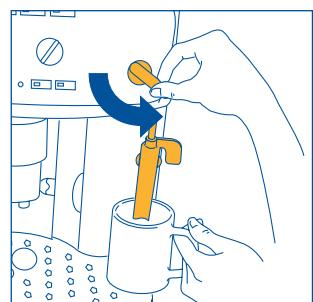
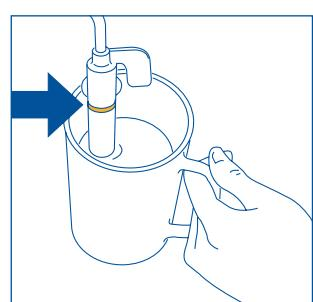

Fig.23
Fig.24
- Med én gang etterpå og innen maks. to minutter** (ellers går maskinen automatisk tilbake til kaffefunksjonen), senk cappuccinomaskinen ned i melkebeholderen (fig 23). Pass på ikke å dyppe avlesningslinjen på selve cappuccinomaskinen (angitt av pilen i fig. 24 ned i melken). Vri dampbryteren en halv gang mot urviserne helt til den stanser (fig. 5). (Pass på at du ikke brenner deg). Det kommer nå damp ut fra cappuccinomaskinen som gir melken et kremaktig utseende og gjør den større i volum. For å få mer kremaktig skum, senk cappuccinomaskinen ned i melken og la beholderen dreie med sakte bevegelser nedenfra og oppover (det anbefales å ikke bruke dampfunksjonen i mer enn 2 minutter om gangen).